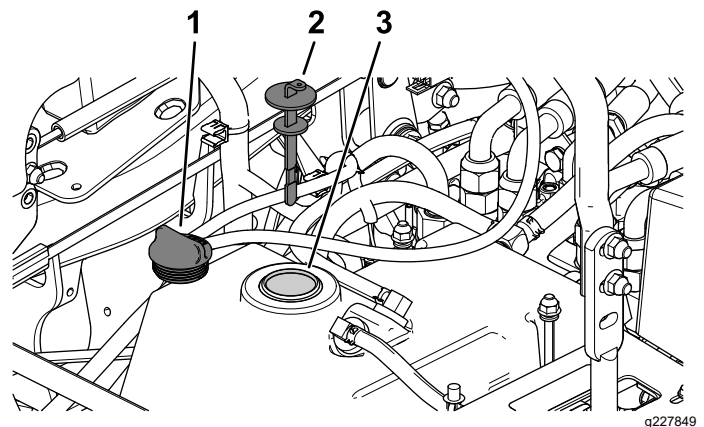

Рисунок 66
5. Зніміть кришку гідравлічного бачка (Рисунок 66).
6. Вийміть щуп і витріть його чистою ганчіркою (Рисунок 66).